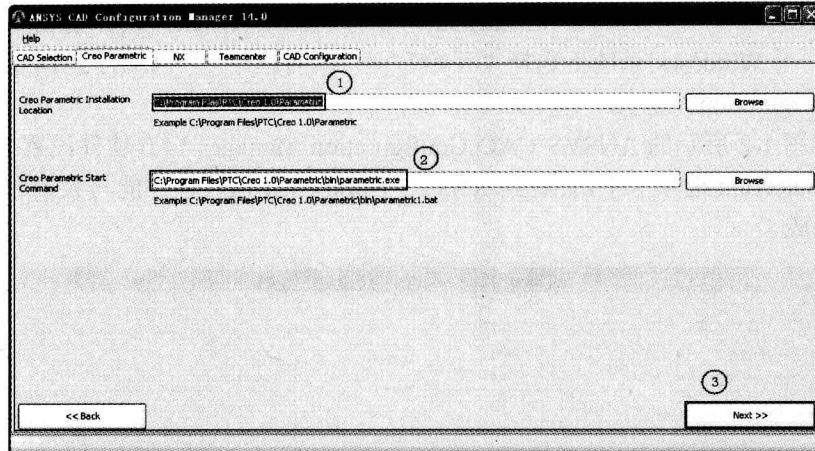

图 1-4 Pro/E 软件路径及启动路径设置
Step3：在如图 1-4 所示的 Creo Parametric 选项卡中，依次选择 Pro/E (Creo) 软件安装路径及启动路径，然后单击 Next>>按钮。